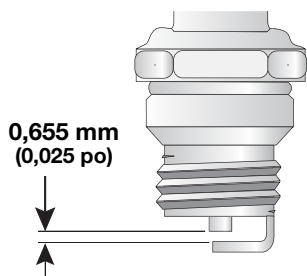

Fig. 56
4. Remplacez toute bougie fendillée, encrassée ou sale. Réglez l'écartement à 0,655 mm (0,025 po) à l'aide d'une jauge d'épaisseur (Fig. 56).